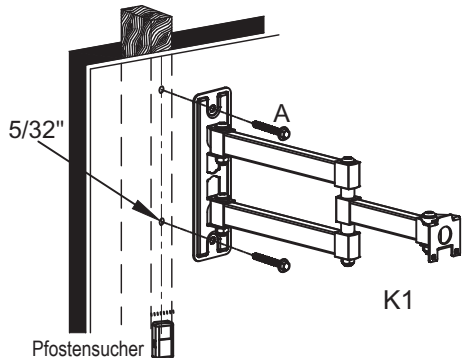

Abbildung 3 (Wandplatte waagrecht halten)
Wenn Sie die TV-Halterung an Holzpfosten montieren, bohren Sie die zwei markierten Löcher mit einem 4-mm-Bohrer (5/32 Zoll) 60 mm (2,36 Zoll) tief vor und befestigen Sie die Wandplatte (K1) mit Schrauben (A) an der Wand. (Abbildung 3)